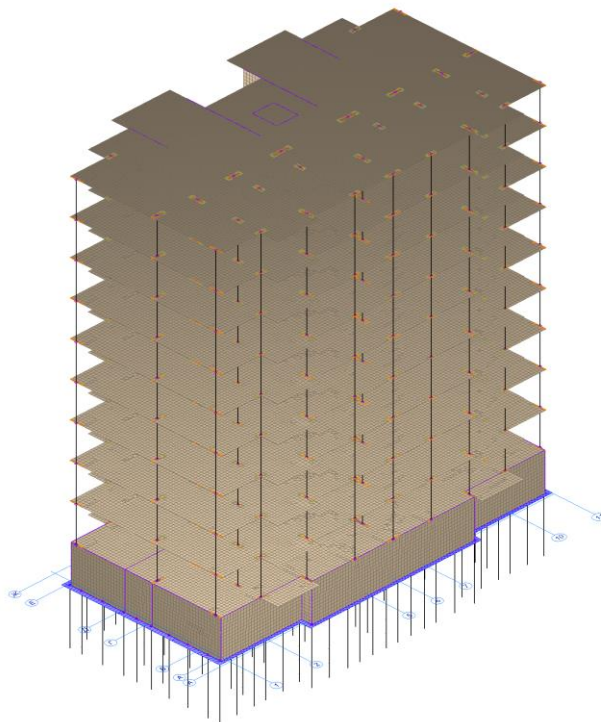

Рис. 14.35. Розрахункова модель з перетинаннями та триангуляцією
- Розрахункова модель з тріангуляцією виглядає наступним чином (рис. 14.35).